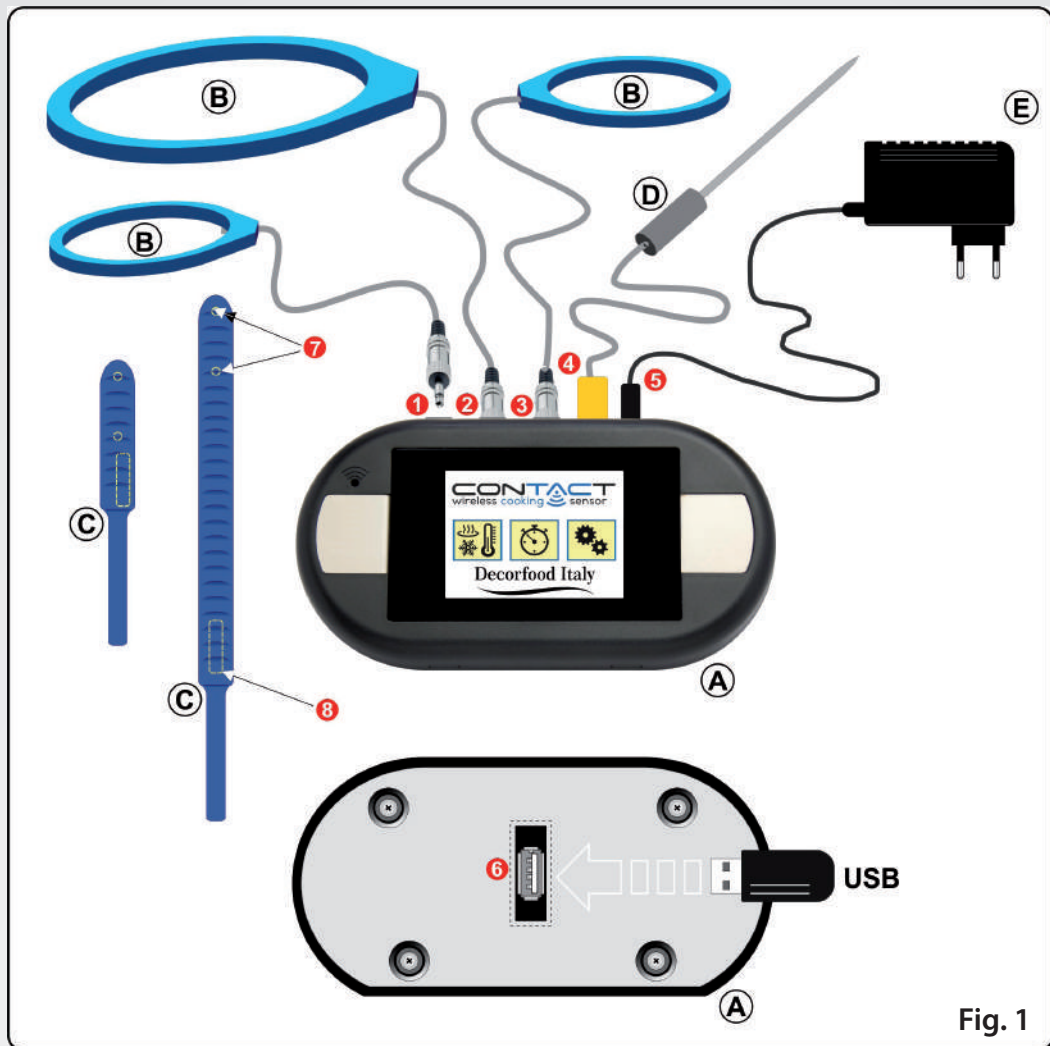

Fig. 1
• Il sistema è formato come in Fig.1 dai seguenti dispositivi:
A) Strumento con display touch a colori (si accende appena alimentato e si spegne automaticamente dopo 60 minuti di inattività; è sufficiente toccare il display per riaccenderlo per altri 60 min. o avviare un'attività) con 3 ingressi (1); (2); (3); per Antenne ad anello per la gestione delle relative sonde Wireless; un ingresso per sonda "K" a filo (4); un ingresso per alimentatore esterno (5) certificato CE-UL-VDE; un ingresso USB (6) per l'upgrade del software.
C) Sonda wireless di temperatura (2 misure: corta da 50mm e lunga da 130mm) con doppio sensore digitale di temperatura incorporato (7) e microantenna inglobata in silicone blu FDA (8), da inserire nel "cuore" degli alimenti in cottura/congelamento. Resistente alla temperatura massima di 100°C (le Sonde sono lavabili in lavastoviglie).